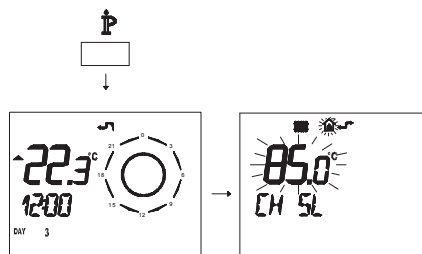

Figura 5.49
- Premere per più di 3 secondi il pulsante P per entrare in modalità *INFO* (Figura 5.49).